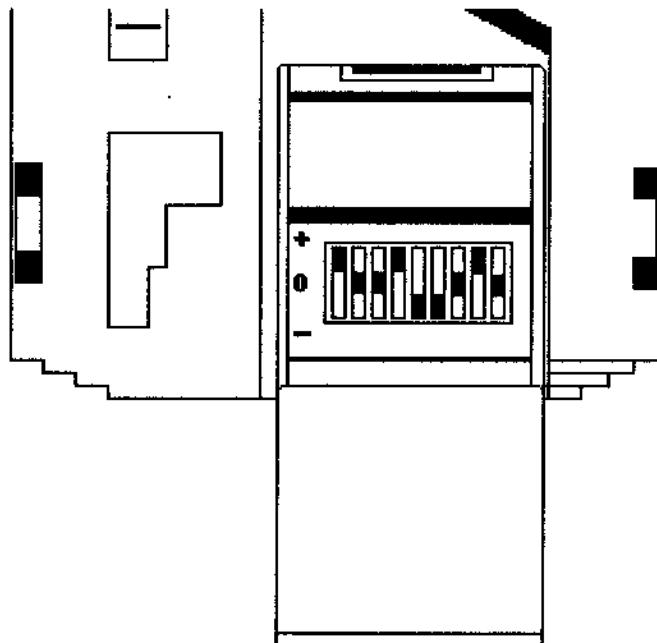

FIG.5
Kodepanel for sentralenheten, se fig.5.
2. Ta av dekslet som dekker kodepanelet, og ved å endre bryternes posisjon til enten (+), (O) eller (-), forandres koden. (Fig. 5).